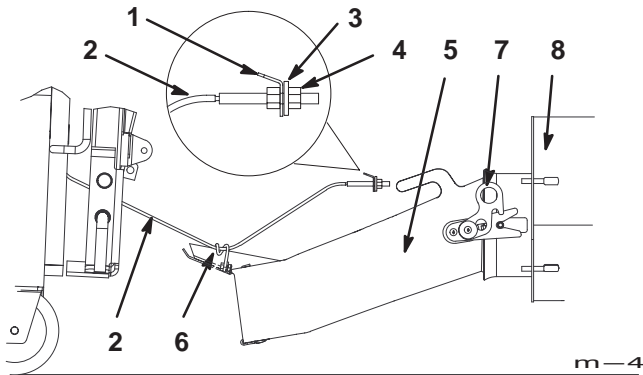

**Bild 36**
12. Wählen Sie das Loch im Schnitthöhen-Einstellpfosten, das der von Ihnen gewünschten Schnitthöhe entspricht. Heben Sie die Seite und Vorderseite hoch, um die Löcher auszufluchten und den Splint einzustecken (Bild 36).